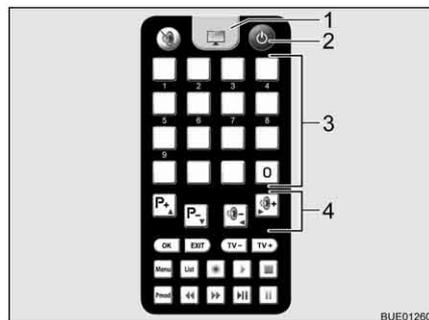

Bild 24 Fernbedienung Fernsehgerät
- Auf der Fernbedienung für das Fernsehgerät Taste "⏻" (Bild 24,2) drücken. Die Anlage geht in den Suchmodus. Ein Dauerton ertönt.
- Zum Umschalten auf Fernsehempfang auf der Fernbedienung für das Fernsehgerät die Fernsehtaste (Bild 24,1) drücken. Der Signalton endet. Ein Bild erscheint auf dem Bildschirm.
- Über die Speichertasten (Bild 24,3) auf der Fernbedienung für das Fernsehgerät oder über die Funktionstasten (Bild 24,4) den gewünschten Sender wählen.